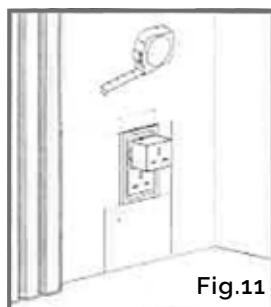

Fig.11
- Meça a posição exata onde a tomada deve ficar no painel. (Fig. 11)